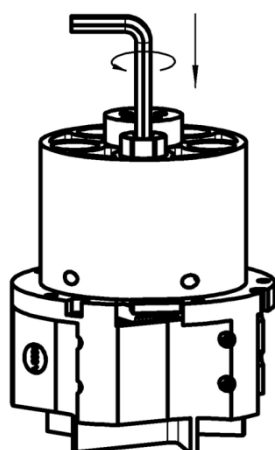

Abb. 73: Kontaktbuchse einsetzen
4. Neue Kontaktbuchse mit dem Innensechskantschlüssel einsetzen und festziehen (Abb. 73).